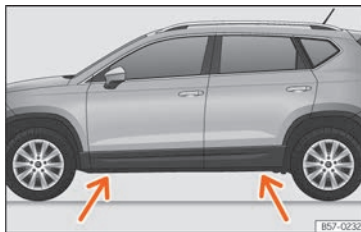

Fig. 78 Traversa: segni.
- Individuare nel longherone il punto di appoggio del cric (zona avvallata) più vicino alla ruota da sostituire »» fig. 78.